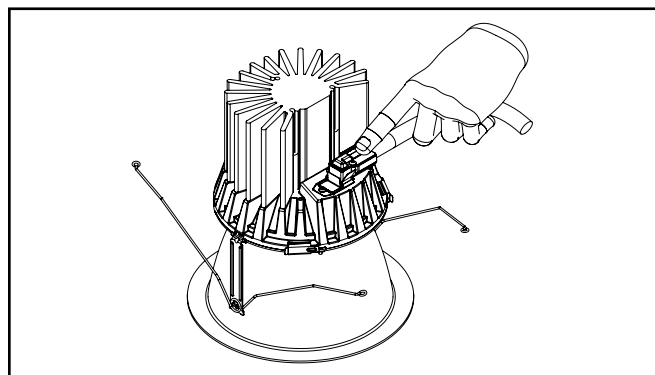

Figure 7
8. Alignez correctement le connecteur comme indiqué (Figure 7). Branchez Connectez la prise de fiche à débranchement rapide du luminaire sur leau module.